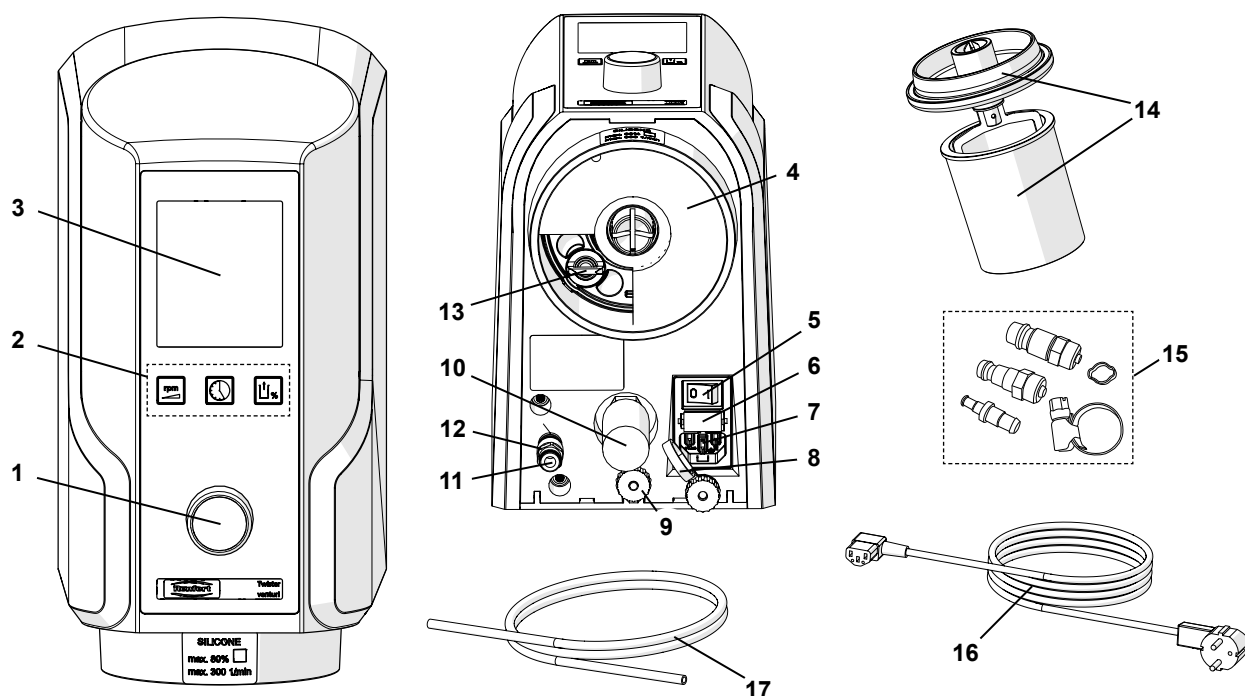

Fig. 1
- ⇒ Introduzir a mangueira de ar comprimido (17) até o fim no conector de mangueira da conexão para ar comprimido (11). É necessário vencer uma leve resistência.
- ⇒ Para conectar a mangueira na rede de ar comprimido, selecionar o engate correto do conjunto (15, Fig. 1) fornecido e fixá-lo na extremidade da mangueira.